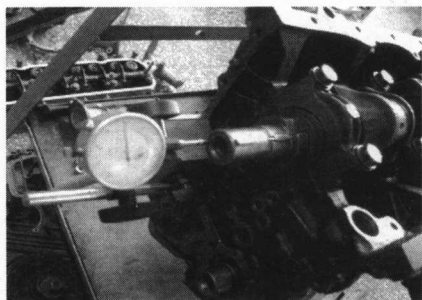

图 1-27 测量曲轴轴向间隙
(1) 将曲轴前端面或后端面擦洗干净。
(2) 安装百分表及表架,使测杆量头接触曲轴前端面,并保持 2mm 左右的预偏转值,见图 1-27 所示。